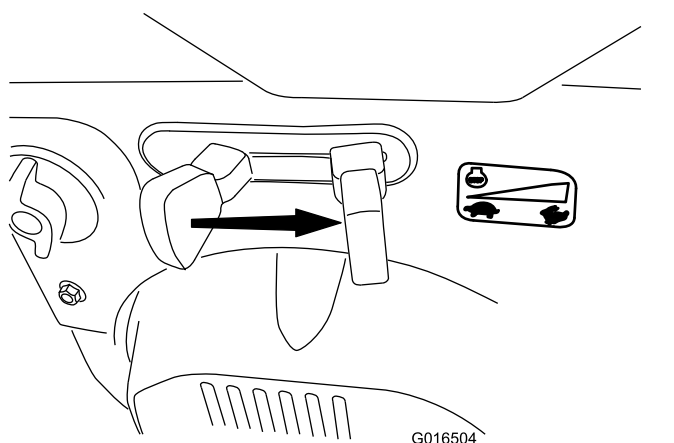

Figure 19
6. Placez la commande d'accélérateur en position HAUT RÉGIME (Figure 19).